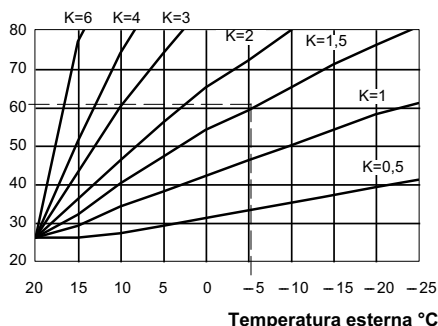

Figura 5.37
Il coefficiente K è un parametro che innalza o abbassa la temperatura di mandata caldaia al variare della temperatura esterna. Quando si installa la sonda esterna bisogna impostare questo parametro in base al rendimento dell'impianto di riscaldamento per ottimizzare la temperatura di mandata (Figura 5.37).
Es. Per avere una temperatura di mandata all'impianto di riscaldamento di 60°C con una esterna di -5 °C si deve settare un K di 1,5 (linea tratteggiata in Figura 5.37).
- Per settare il coefficiente K, determinato dalla Figura 5.37 bisogna entrare in programmazione premendo per 15 secondi il pulsante di ripristino 4, in Figura 5.38 fino alla comparsa del parametro P01 sul display LCD; sul display LCD compare la seguente visualizzazione (la sequenza P01 si alterna -- -- --).
- Impostare il valore ruotando la manopola 2 in Figura 5.39 da un minimo di 30 (la sequenza P15 si alterna 30) ad un massimo di 255 in base alla curva scelta del coefficiente K in Figura 5.37